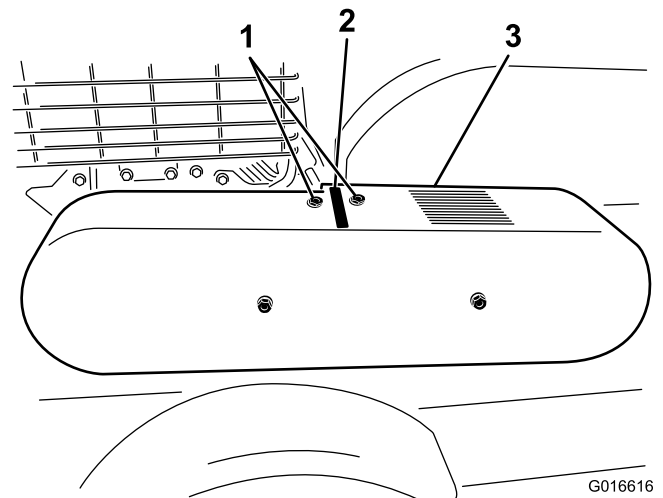

Figura 25
Nota: Compruebe la tensión de la correa de transmisión insertando una regla metálica a través de la ranura de la parte superior del protector de la correa (Figura 25) y presionando hacia abajo sobre la regla con un dinamómetro. La fuerza debe ser de 6.5–7.5 kg (15 libras $\pm$ 0.75 libras) con 1 cm (0.40 pulgadas) de desviación de la correa. Ajuste según sea necesario.
2. Retire el protector de la correa (Figura 25).